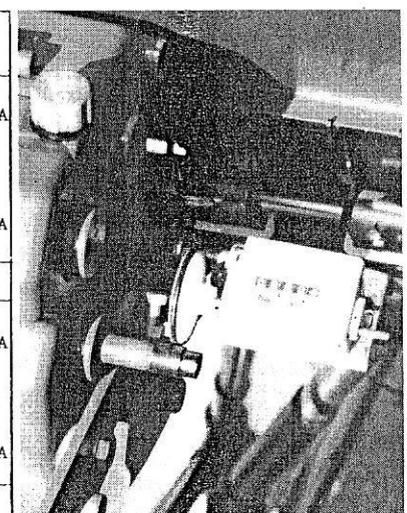

Fig. 11
**Hektarzählerantrieb** - „Antriebsstufe“ und Teilenummer des Wellenaufsatzes siehe nebenstehend Fig. 11.